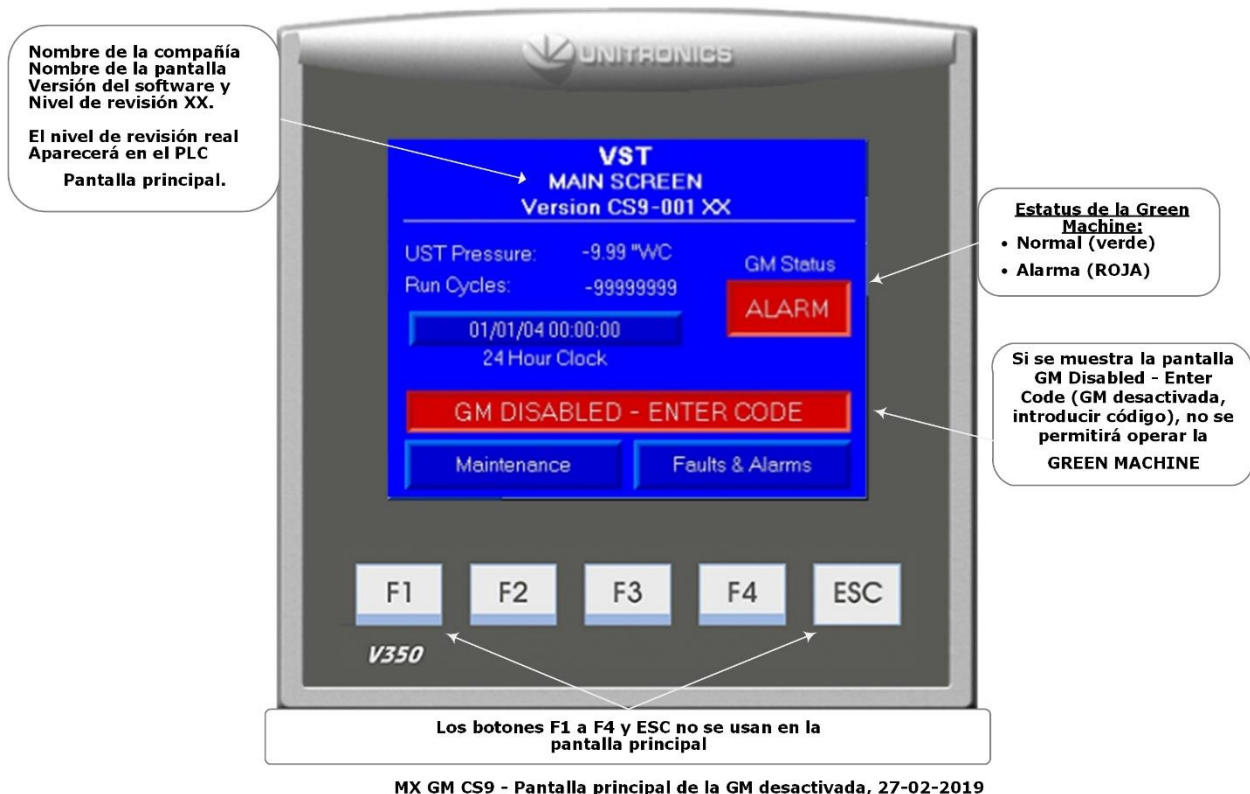

Figura 3-1: Pantalla principal del panel de control del PLC - GM desactivado - Pantalla principal para ingresar CÓDIGO
4. Vea **Figura 3-1**: Pantalla principal del panel de control de VST – GM Desactivada – Ingresar CÓDIGO